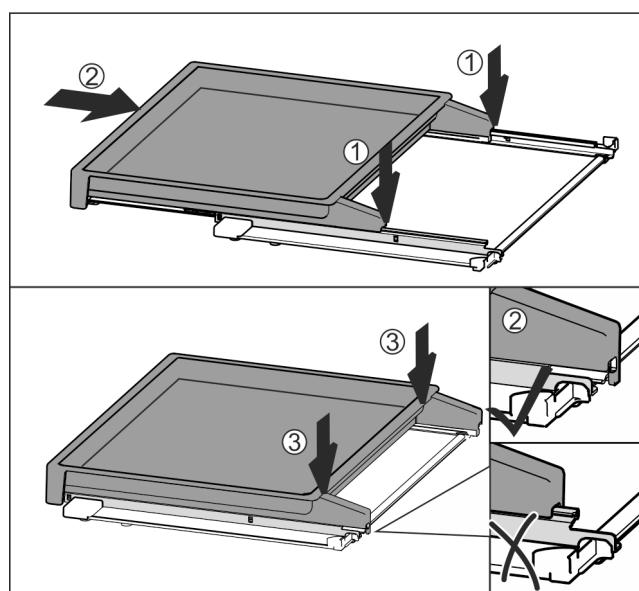

Fig. 33
- Установить по центру на направляющие Fig. 33 (1).
- Вставить вытяжную панель полностью Fig. 33 (2).
- Нажимать на задней стороне до тех пор, пока не будет слышна фиксация Fig. 33 (3).